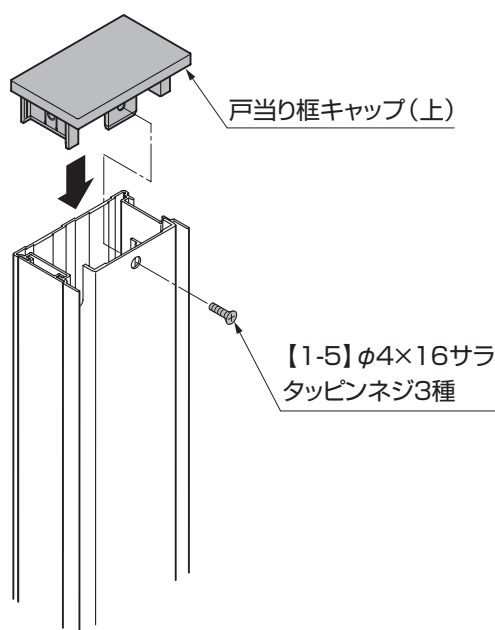

図9-7
- ②戸当り框に戸当り框キャップ(上)をかぶせてください。(図9-7参照)
- ④戸当り框に戸当り框キャップ(上)をかぶせて【1-5】で取付けてください。(図9-7参照)